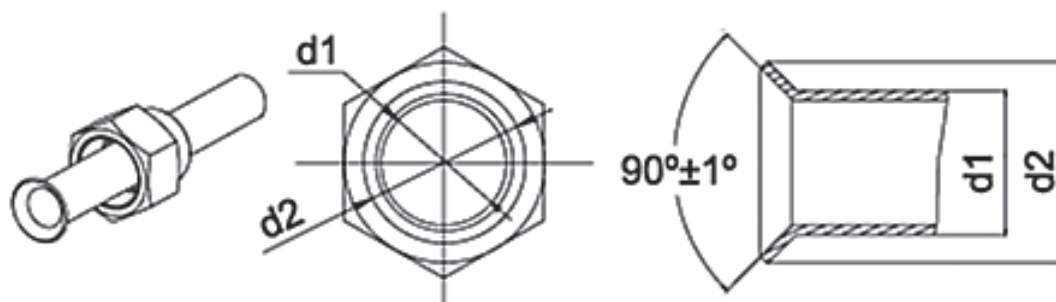

Рис. 9
- (1) Срезать соединительную трубку труборезом и убрать заусенцы.
- (2) Чтобы стружка не попала в контур, при резке трубки следует держать срезом вниз.
- (3) Отвернуть конусные гайки на запорном клапане наружного блока; достать гайки из пакета с аксессуарами для внутреннего блока, надеть их на соединительную трубку и затем развальцевать торец трубки в вальцовочной колодке.
- (4) Убедиться, что раструб трубки развальцован ровно и не имеет трещин (см. рис. 9).